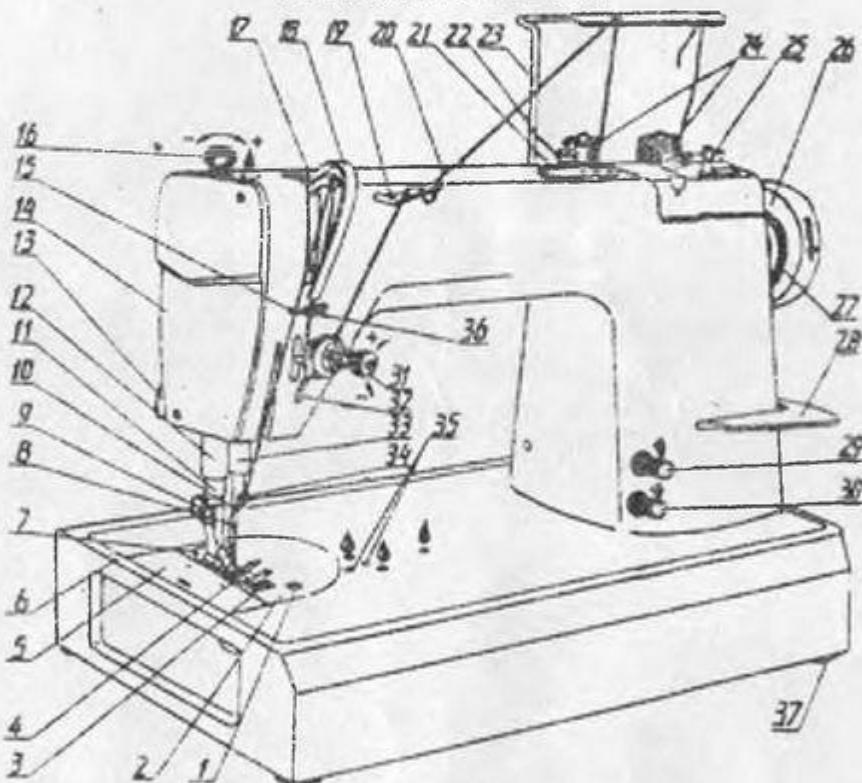
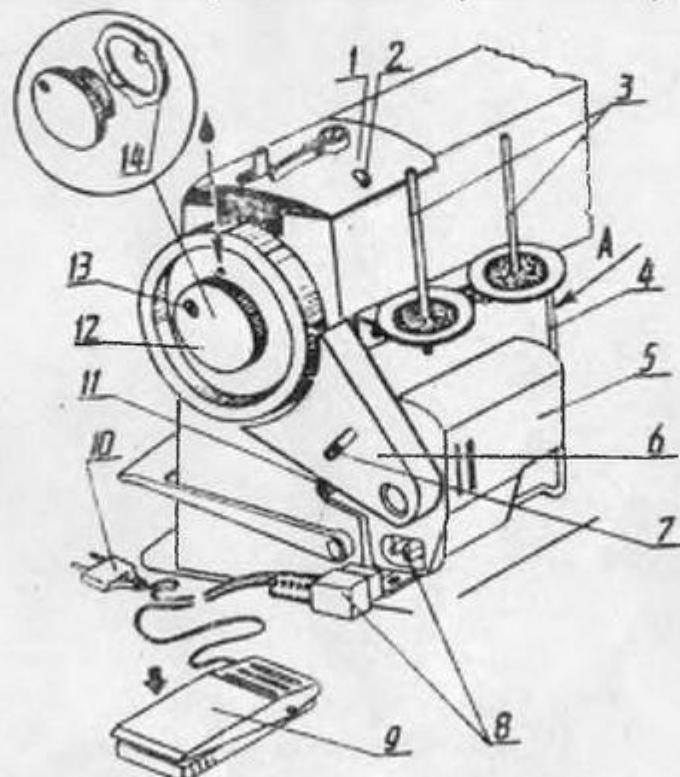
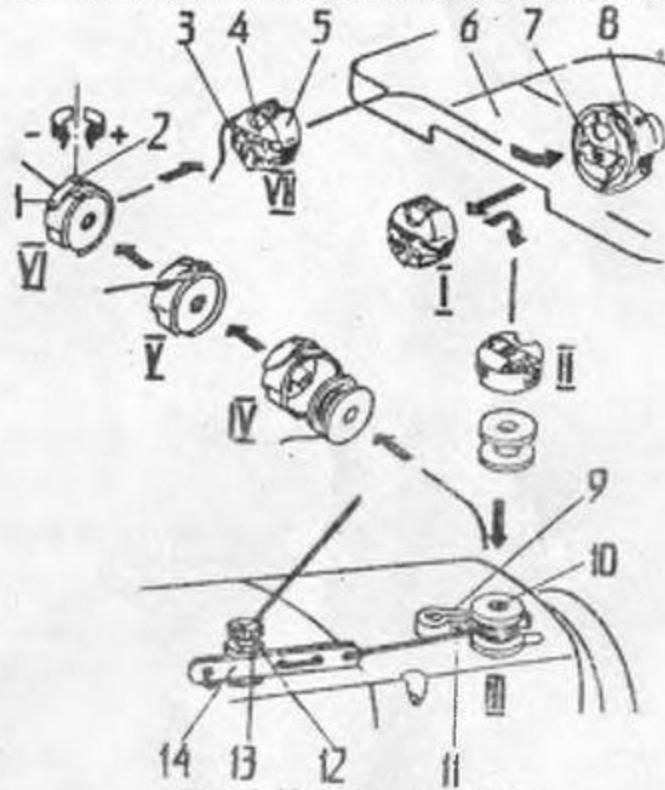
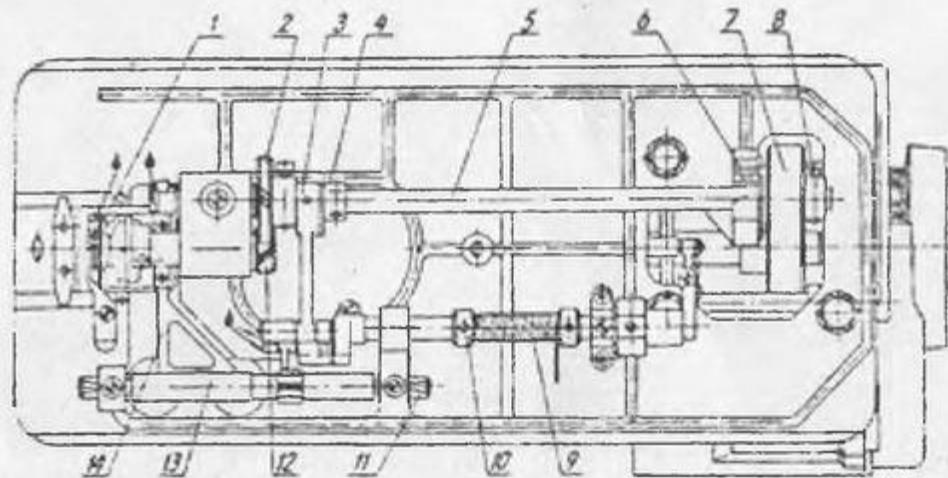

Рис. 1. Общий вид машины:
Рис. 2. Подключение машины:
Рис. 3. Челнок и шпулька
Рис. 5. Вид машины снизу (без основания):
1.4. Маховик 26 (рис. 1) поворачивать только в направлении, указанном на нем стрелкой.
высота (без стойки 23 (рис. 1))	90, 100, 110, 120, 130
5.2. Во избежание непроизвольного пуска электродвигателя в перерывах между работой необходимо снимать ногу с педали 9 (рис. 2).
6.3. Установить бобины (катушки) с нитками на стержни 3. Поднять лапку 7 (рис. 1) рычагом 13. Поворотом маховика 26 установить иглу 8 в верхнее положение.
6.4. Отодвинуть пластину 5, захватить двумя пальцами левой руки рычаг 3 (рис. 3) и вынуть шпулечный колпачок со шпулькой. Далее поступать, как показано на рис. 3.
После установки шпульки 10 на шпиндель 25 (рис. 1) и заправки ниток на шпульке необходимо вращением на себя ослабить винт 12 (рис. 2), прижать шпиндель моталки к маховику 26 (рис. 1) и нажать педаль 9 (рис. 2). Моталка автоматически выключится после того, как на шпульку будет намотано достаточное количество ниток.
Плотность наматывания ниток на шпульку регулируется гайкой 12 (рис. 3).
После установки шпулечного колпачка в челнок проверить надежность его фиксации на оси 7. Зажать винт 12 (рис. 2).
6.5. Заправить игольную нитку, как показано на рис. 1. Взять левой рукой свободный конец игольной нитки, повернуть маховик машины на один оборот (для переплетения игольной и челночной ниток), потянуть на себя игольную нитку до тех пор, пока челночная не вытянется наверх. Затем обе нитки оттянуть под лапкой в направлении от себя.
6.6. При шитье в местах утолщения шва (на поперечных швах и перепадах) необходимо снижать частоту вращения главного вала с помощью педали 9 (рис. 2).
Регулировку натяжения челночной нитки производить винтом 2 (рис. 3), а игольной-гайкой 31 (рис. 1).
6.10. Скорость работы машины регулировать усилием нажатия на педаль 9 (рис. 2).
6.11. Для замены иглы 8 (рис. 1) необходимо поворотом маховика 26 установить иглу в крайнее верхнее положение, отвернуть винт 34 и вынуть иглу.
Не реже одного раза в год необходимо смазывать консистентной смазкой (технический вазелин, солидол и т.п.) подшипники качения, установленные на главном валу, предварительно сняв крышки 14 (рис. 1) и 1 (рис. 2), а также подшипник 6 (рис. 5), шестерню 2 и вал-шестерню 12, предварительно сняв головку машины с основания. Винт крепления головки к основанию можно отвернуть, наклонив головку от себя.